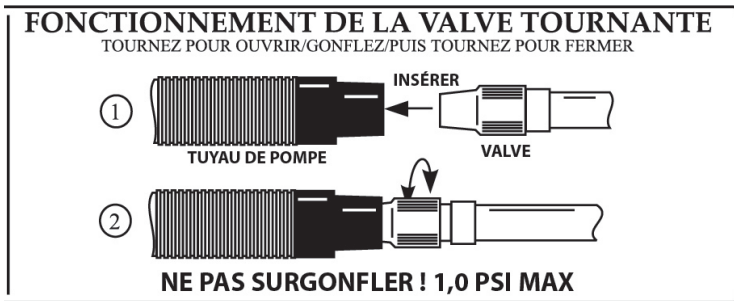

Figure 2. Gonflage/ Dégonflage Valve tournante
6. Gonflez la petite barre de pieds gonflable en forme de coin et placez-la à l'intérieur du kayak, à l'avant, pour obtenir l'appui que vous souhaitez. (Voir la figure 2 plus haut.)